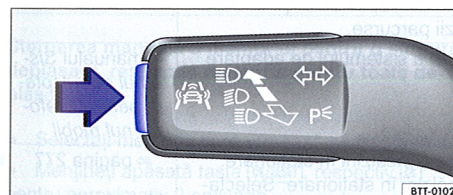

Fig. 16 În maneta pentru semnalizare și pentru faza lungă: tasta pentru sisteme de asistență a șoferului.
- Apăsati tasta ⇒ **fig. 16** (săgeata) **pentru scurt timp**, pentru a apela meniul **Assistenten** (asistență).
- Apăsati tasta ⇒ **fig. 16** (săgeata) **mai mult de o secundă**, pentru a activa sau dezactiva simultan sistemele de asistență selectate în meniul **Assistenten** (asistență).